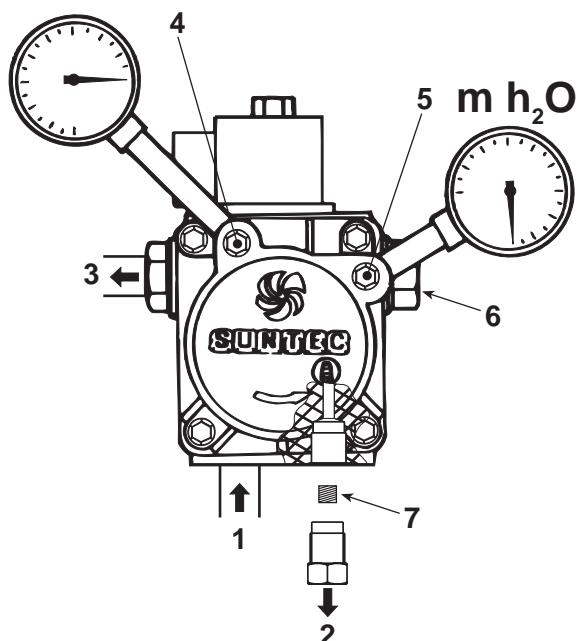

fig 4
Quand le brûleur sort de l'usine, le by-pass à l'intérieur de la pompe est fermé, i. e. le brûleur est prêt pour un raccordement à deux tubes. Enlever les bouchons et raccorder les deux flexibles à la pompe d'aspiration (1) et de retour (2) (figure 4) en veillant à ne pas les tordre et à les positionner de façon telle qu'ils ne puissent pas être piétinés ni en contact avec les pièces chaudes de la chaudière.
La pression de la pompe est réglée à l'usine, à 12 bars pour un fonctionnement parfait, et ne devrait normalement pas être modifiée. Cependant, au cas où des conditions particulières exigerait de régler à une autre pression, le manomètre étant appliqué et le brûleur allumé, agir sur la vis de réglage "6" (fig. 4). Nous conseillons cependant de rester entre 10 - 14 bars.